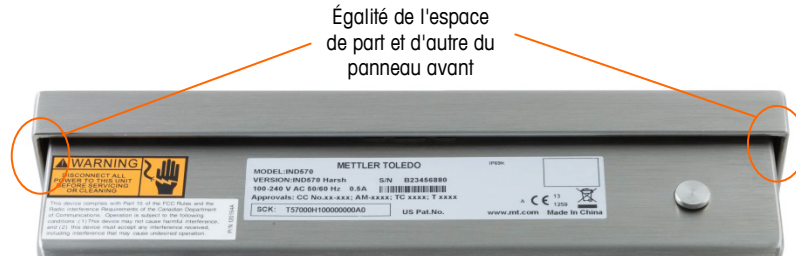

Figure 2-6 : Panneau avant de l'enceinte pour environnement difficile correctement aligné
1. Il est extrêmement important de remettre correctement et solidement en place le panneau avant de l'enceinte pour environnement difficile, notamment pour les terminaux installés dans les zones Division 2, classifiées comme étant dangereuses. Les deux clips sur les côtés de l'enceinte facilitent l'espacement approprié. Avant sa mise en place par pression, le panneau avant doit être centré sur l'enceinte, conformément à la Figure 2-6.